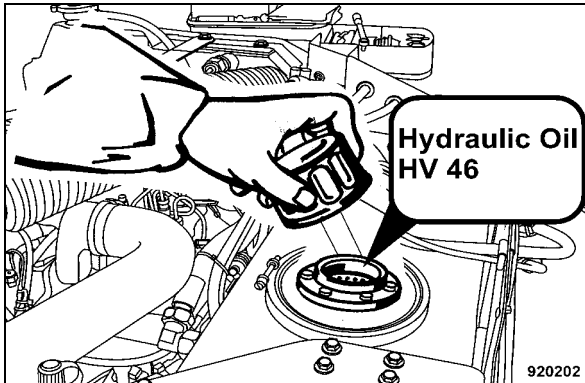

Fig. 169
- Remplir l'huile hydraulique neuve (Fig. 169).